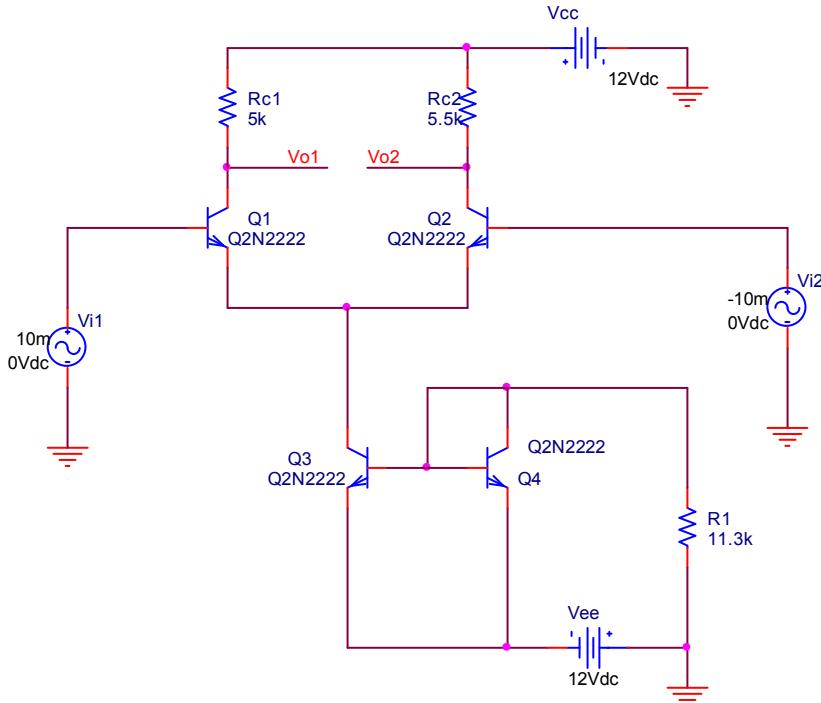

图 4.5 非理想对称差动放大电路
5. 分析计算**非理想对称**差动放大电路的基本特性。电路如图 4.5。(li6_2_2)